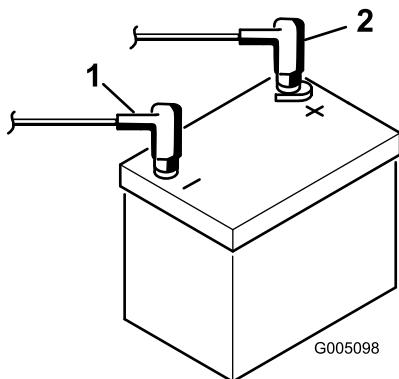

Figure 4
7. Raccordez le câble positif (rouge) de la batterie à la borne positive (+) et le câble négatif (noir) à la borne négative (-) et fixez-les en place avec les vis et les écrous (Figure 4). Assurez-vous que le collier du câble positif (+) est bien engagé sur la borne de la batterie et que le câble est placé tout près de la batterie. Le câble ne doit pas toucher le couvercle de la batterie.